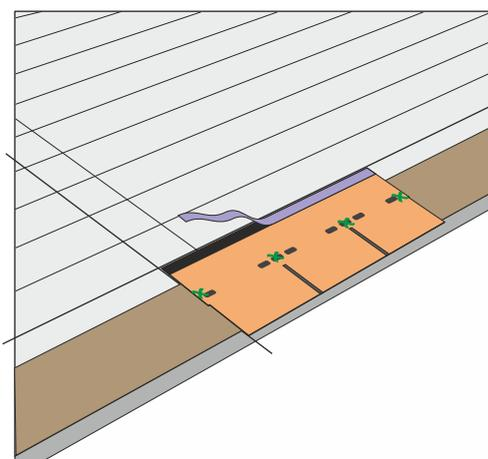

Fig. 4 - Pellicola protettiva superiore
- Prima di procedere con la posa della seconda fila togliere la protezione della fascia autoadesiva (fig. 4). Completare la fila a destra e a sinistra.